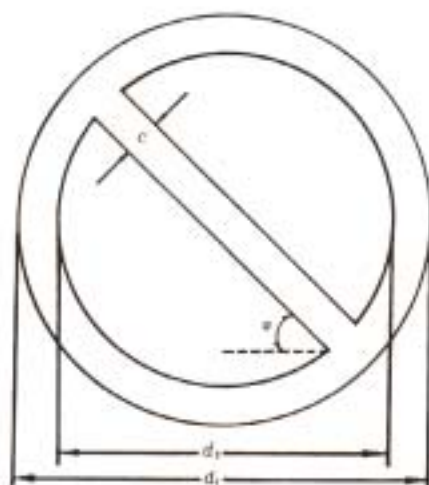

图 1 禁止标志的基本型式
4.1.2 禁止标志的基本型式是带斜杠的圆边框,如图 1 所示: